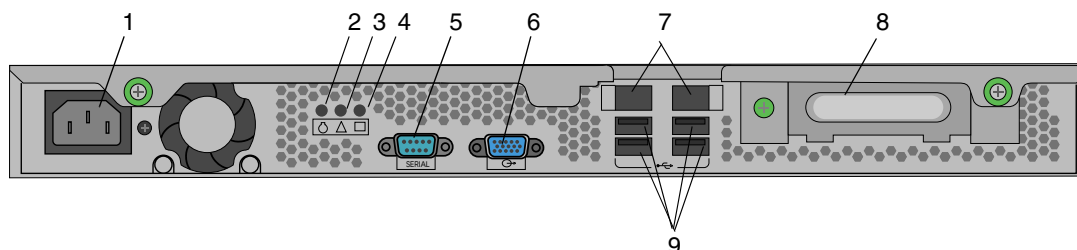

FIGURE 1-2 Panneau arrière
La FIGURE 1-2 illustre le panneau arrière du serveur Sun Fire X2100.
- Si la commande du système d'exploitation ne met pas le serveur hors tension ou si elle n'est pas disponible, appuyez sur le bouton d'alimentation et relâchez-le (voir la FIGURE 1-2 pour déterminer son emplacement).